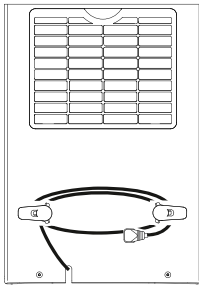

Рис. 4
2. Сетевой кабель можно закрепить с помощью держателей (Рис. 4) для удобства.